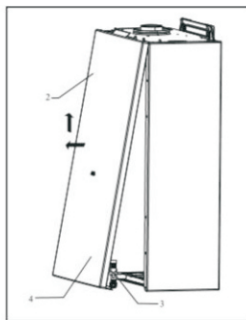

Рис. 15
- для снятия передней крышки потяните ее вверх и наружу, (поз.2 рис.15)